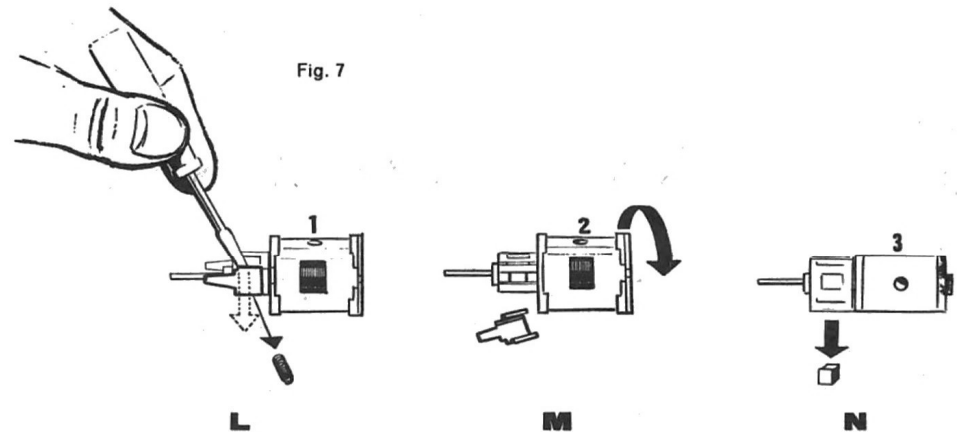

Fig. 7
Verbrauchte Bürsten nach dem Motor- ausbau entsprechend Fig. 7 (L-M-N) herausnehmen und durch neue ersetzen. Vorsicht beim Abnehmen der Bürstenhalterdeckel (L), damit die kleine Druckfeder nicht verlorengeht.